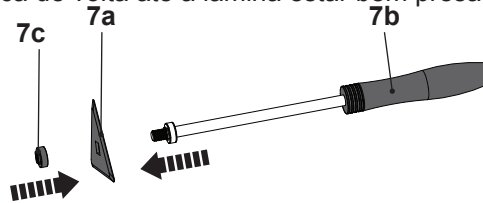

Fig. 1
- > Retirar a porca exterior (7c) do fio do cabo (7b) (Fig. 1).